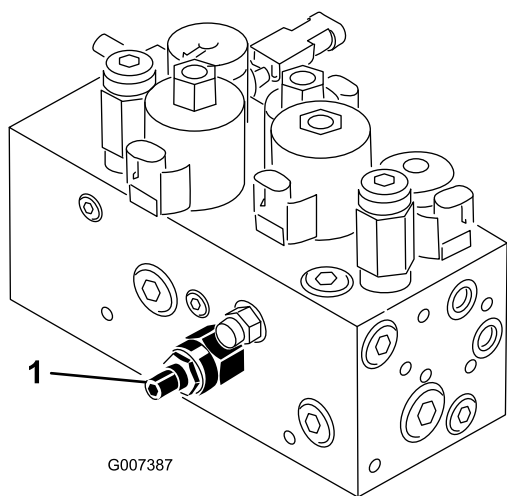

Figura 55
O circuito de elevação da unidade de corte encontra-se equipado com uma válvula de controlo de fluxo (Figura 55). Esta válvula é previamente configurada pelo fabricante, mas por vezes é necessário efectuar ajustes de modo a compensar diferenças na temperatura do óleo hidráulico, nas velocidades de corte, etc. Se for necessário algum ajuste proceda da seguinte forma:
1. Levante o banco e localize a válvula de controlo do fluxo (Figura 55) montada ao lado do cilindro hidráulico para o apoio central.